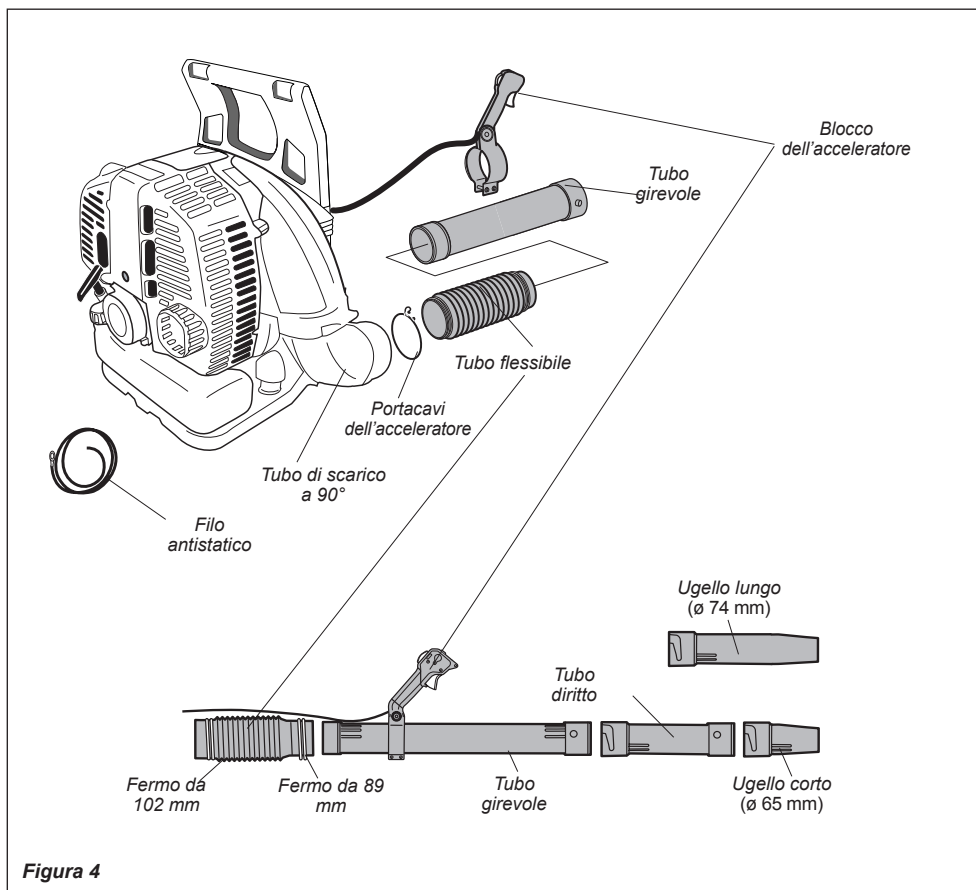

Figura 4
1. Posizionare il soffiatore rivolto verso l'alto a terra o su una superficie di lavoro solida e verificare l'orientamento delle parti mostrato nella figura 4.